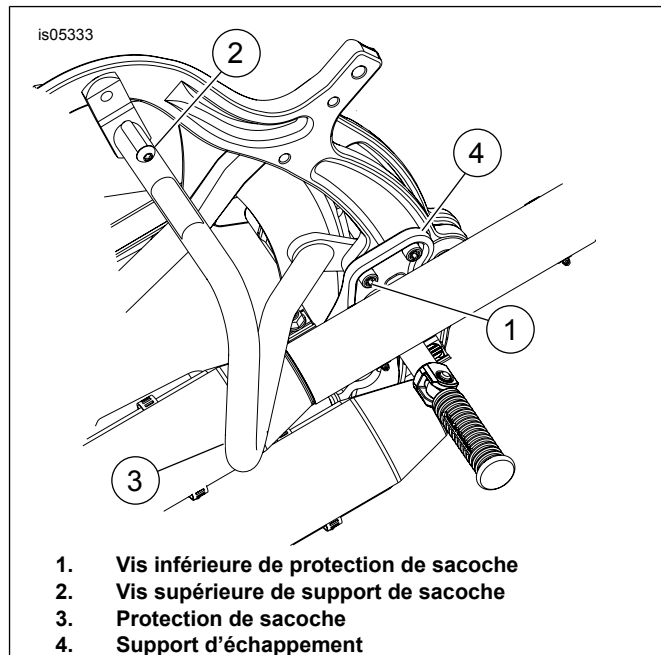
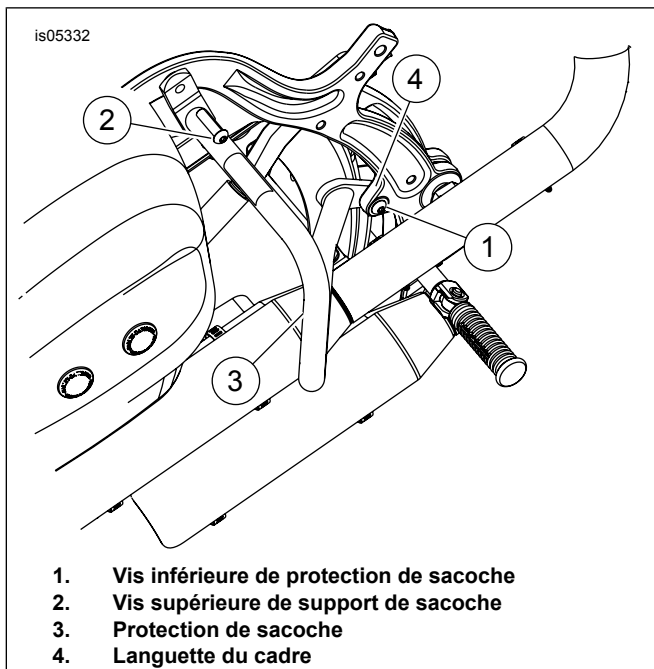

Figure 5. Installer la protection de sacoché – le côté droit est représenté (modèles de 2005)
Figure 6. Installer la protection de sacoche – le côté droit est représenté (modèles de 2007 et plus récents)
5. Voir Figure 5. Déplacer suffisamment les silencieux pour accéder au boulon arrière attachant le support de montage d'échappement au cadre. Enlever le boulon (1) et jeter.
Sur les modèles de 2007 et plus récents, la languette de cadre (4) possède un bouchon au lieu d'un boulon (voir Figure 6, élément 1).
Voir Figure 5 ou Figure 6.